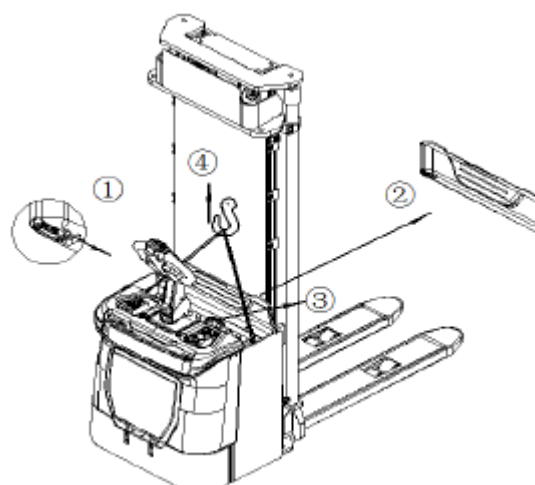

Fig. 12: substituição da bateria sem saída lateral
Estacione a empilhadeira com segurança e desligue-a com a chave (ou botão de início) e ative o botão de emergência (18). Abra a tampa da bateria e retire a dobradiça. Em seguida remova a tampa da bateria, remova o conector da bateria (fig. 12), e remova a bateria com um guindaste. A instalação é na ordem reversa.